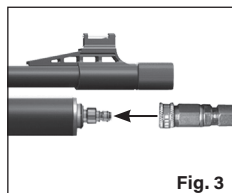

Fig. 3
3. Enchufe el conector de desconexión rápida de su equipo de llenado a la boquilla de llenado del rifle de aire (Fig. 3).